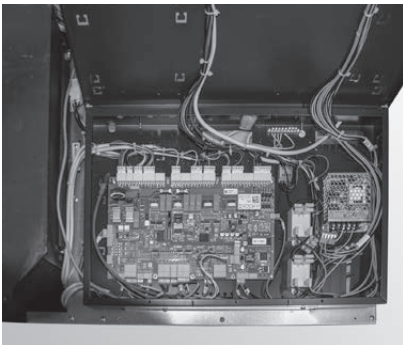

Fig. 139 Coperchio del pannello di comando aperto, scheda madre (scheda bruciatore)
- Il quadro di comando contiene la scheda madre (scheda bruciatore) – Fig. 139.